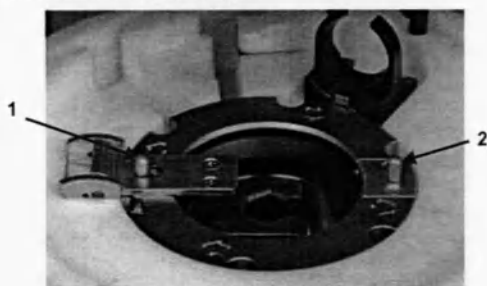

Рисунок 8-2: Расположение штыря держателя профиля (1) и фиксирующего штифта профиля (2)
- 2 Отведите штырь держателя профиля (рис. 8-2, номер 1) к центру центрифуги и поднимите держатель профиля.
- 3 Отведите фиксирующий штифт профиля (рис. 8-2, номер 2) к центру центрифуги. Отведя штырь, возьмитесь за край профиля и поднимите его, чтобы извлечь из центрифуги.